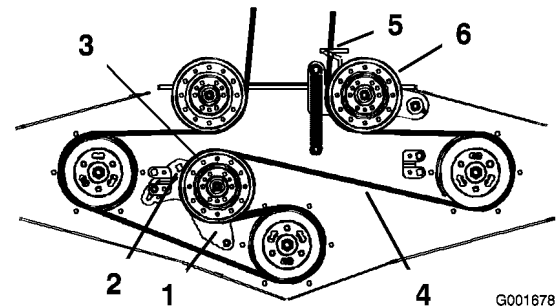

Figure 46
4. Desserrez le bras de la poulie de renvoi fixe pour détendre la courroie sur la poulie (Figure 46).
6. Passez la courroie neuve dans le guide-courroie et sur les poulies (Figure 46).